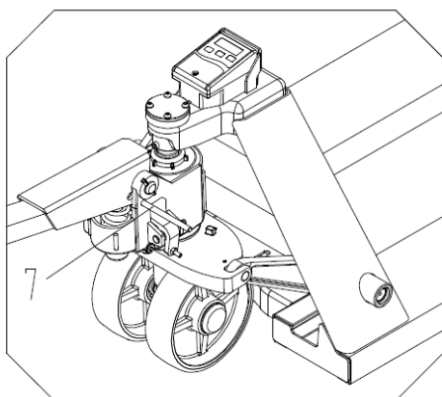

Bild 3
6. Lyft handtag till horisontalt läge, dra ut sprint 7 och förvara den på lämpligt sätt för användning nästa gång handtaget ska bytas. *(Bild 3)*